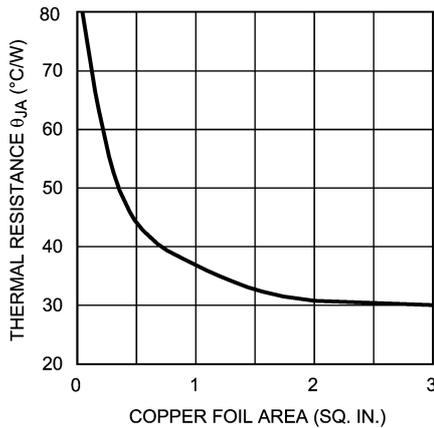

FIGURE 4. Thermal Resistance (typ) for 7-L TO-263 Package Mounted on 1 oz. (0.036 mm) PC Board Foil
5. 計算で求めた  $J_A$  に対して規定の  $T_{J(\text{MAX})}$  を保証できる銅箔面積を選択します。銅箔面積 (平方インチ単位) の関数として表した  $J_A$  を Figure 4 に示します。
4. 最後に、 $J_A$  に対してこの値を使用して、Figure 4 から銅箔面積の最小値を選択します。